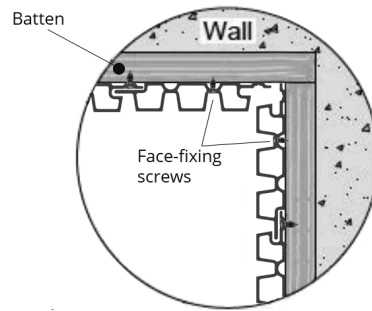

FIG. 11 – SICHTBARE
- 04 Setzen Sie das Brett ein und treiben Sie die sichtbaren Befestigungsschrauben durch die Vorbohrungen. Ziehen Sie sicher an, ohne zu fest anzuziehen (fig. 11).